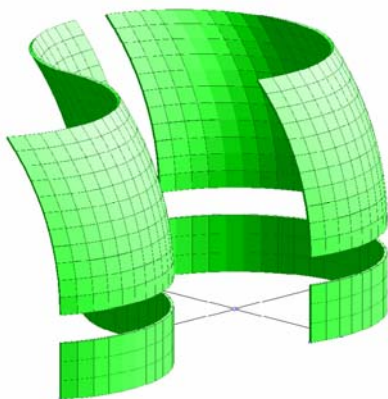
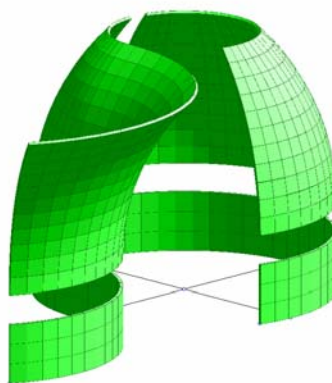

图 6、线->面平移扩展
图 7、线->面旋转扩展
1、**线->面扩展**。由线、梁柱、弧、弧梁、抛物线作为扩展图形, 平移扩展、或旋转扩展形成空间曲面, 曲面由墙、板等面单元剖分。图 3 中的 ABC 扩展图形, 沿不连续轨迹扩展, 得到的空间曲面示于图 6、图 7。